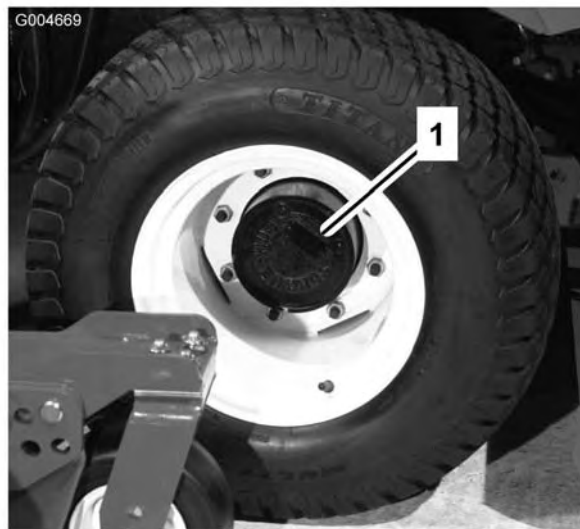
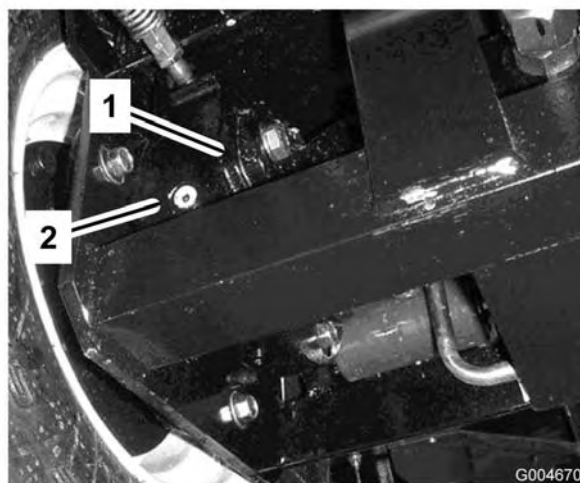

Figura 10
Figura 11
1. Con la máquina en una superficie nivelada, coloque la rueda de manera que el tapón de verificación/drenaje (Figura 10) esté en posición de las dos o de las diez.
2. Retire el tapón del planetario (Figura 10) y el tapón de verificación de la parte trasera del freno (Figura 11). El aceite debe llegar a la parte inferior del orificio del tapón de verificación en la parte trasera del freno.